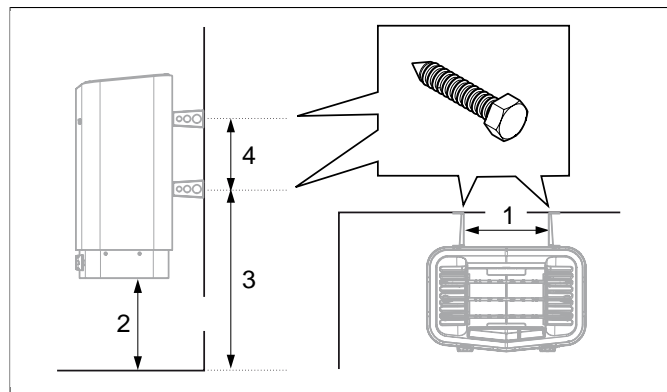

Fig 8: Cotes
7. Poser les vis pour support d'après les cotes se **Fig 8**, page 4.